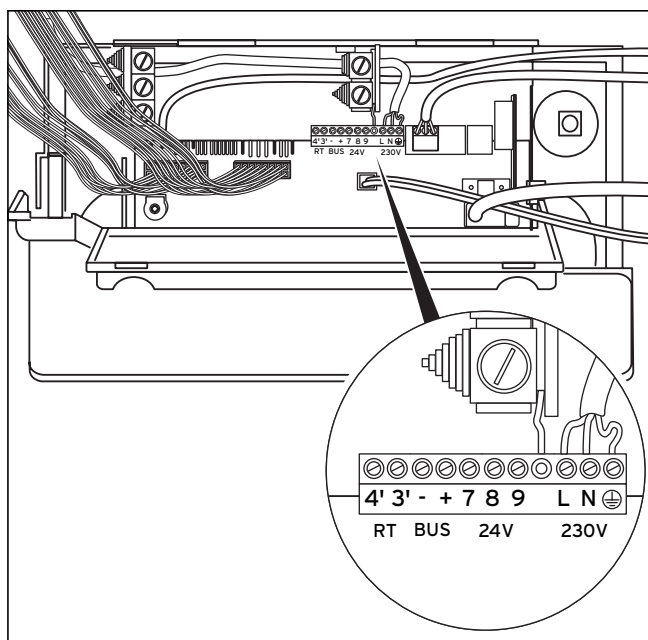

Fig. 5.13 Exemplu de trecere a cablului
- Racordați arterele în locurile de contact ale electronicii (L, N și pământ), vezi Fig. 5.13. Folosiți fișa ProE corespunzătoare.
- Conectați arterele conform Fig. 5.13 la fișele ProE corespunzătoare resp. locurile de contact ale electronicii.